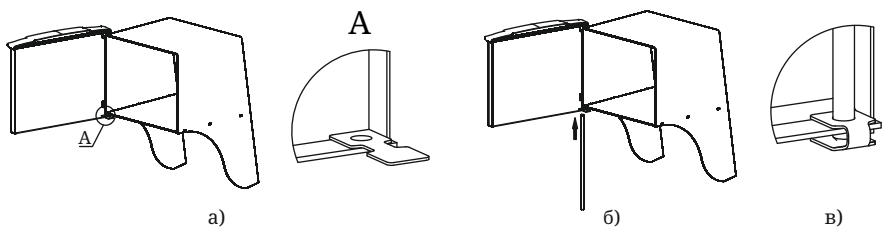

Рисунок 7. Установка дверцы при монтаже печи
2. Установите дверцу на втулки топливного канала, совместив отверстия (рисунок 7.а);
3. Совместите отверстие упора с нижним отверстием каркаса, при этом упор должен располагаться внутри каркаса (рисунок 7.а);
4. Вставьте ось через отверстия снизу вверх (рисунок 7.б),
5. Подогните упор, фиксируя конец оси между площадками упора (рисунок 7.в);